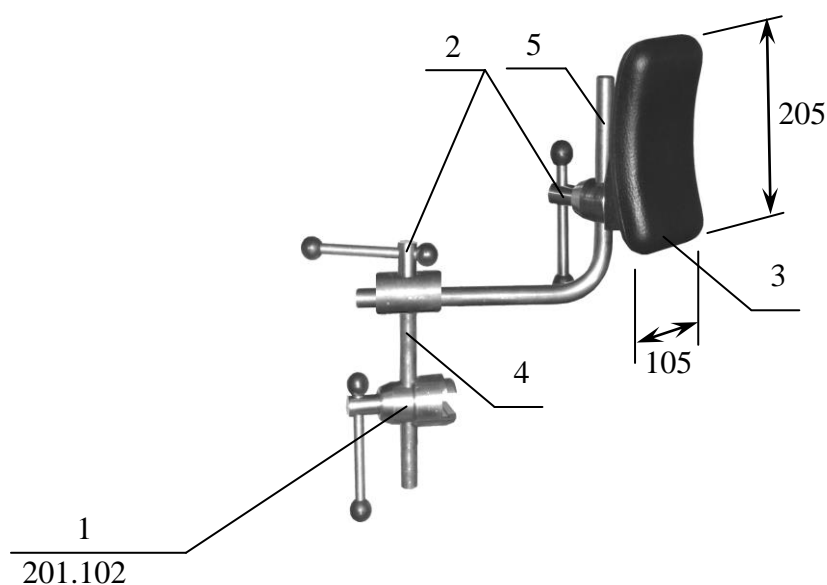

Рисунок 7. Боковой упор.
7. Боковой упор (Рисунок 7). Профилированная подушка 105x205 (мм) из литогенополиуретана 3 с нержавеющей Z-образной стойкой и крепежными элементами для установки на направляющую рейку стола. Укомплектован зажимом 201.102. Регулируется положение вдоль панели стола, по высоте, глубине и поворачивается вокруг двух вертикальных осей Z-образной стойки.